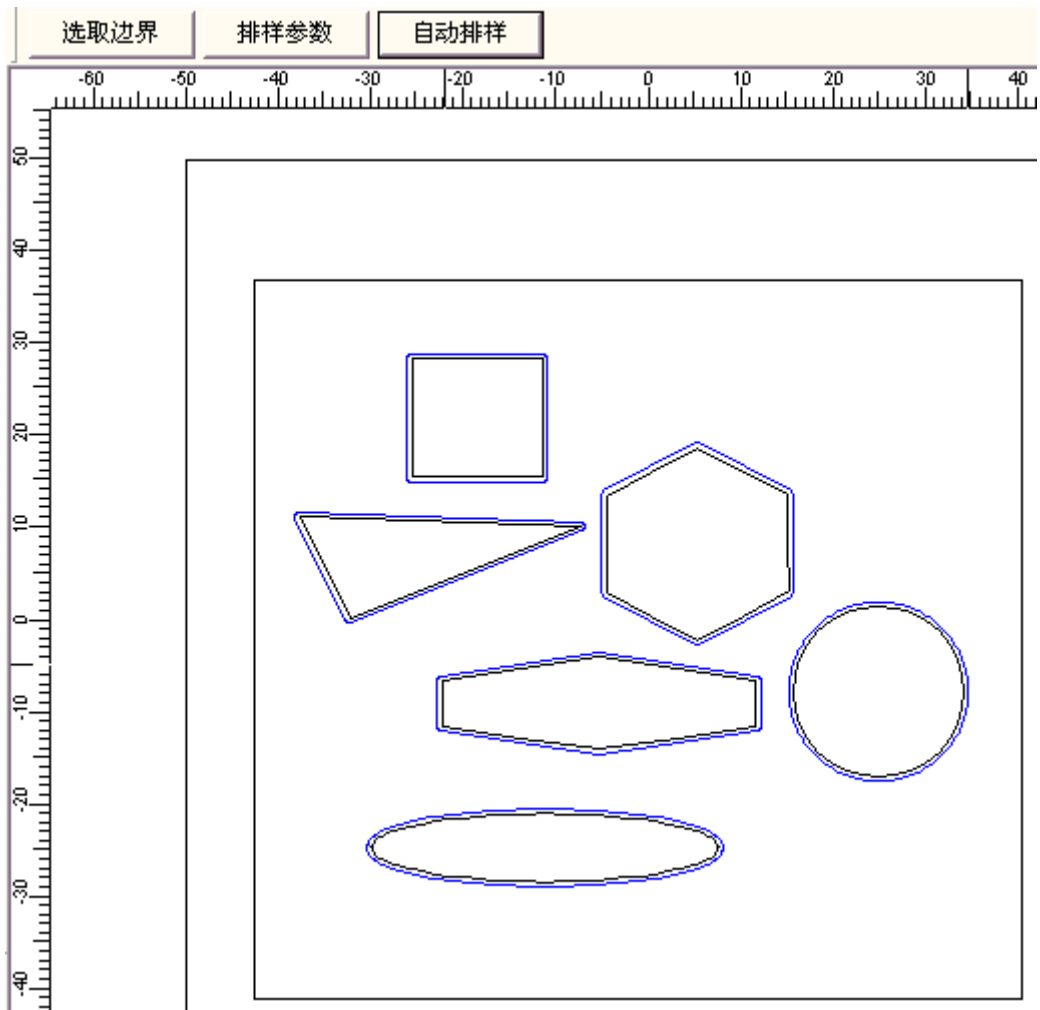
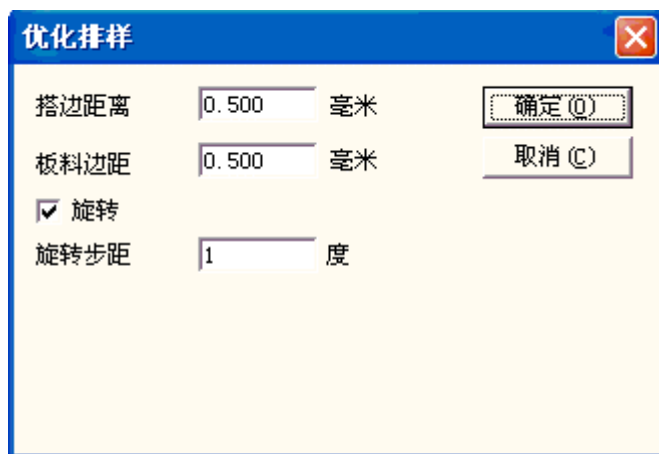
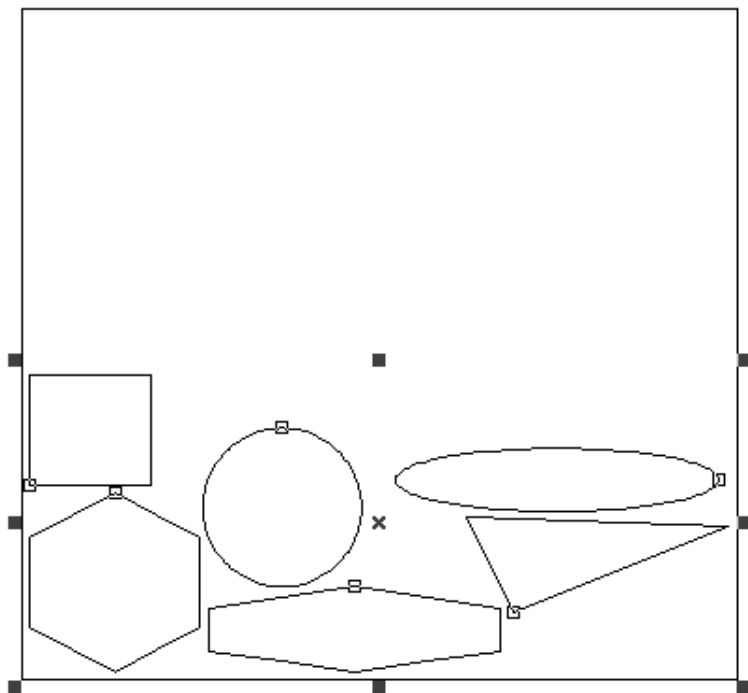

图 7-1 多工件优化排样
图 7-2 多工件优化排样对话框
图 7-3 优化排样后的图形
具体操作：1、将各个要排样图形及排样边界图形绘制完成后，选择要排样图形，点击“特殊”菜单“优化排样”功能中的“多工件排样”，会出现如图 7-1 所示界面：
2、点击“排样参数”按钮，设定需要的排样参数，如图 7-2：
4、确定设定满足要求时，点击“自动排样”按钮，软件会按照设定进行优化排样操作。图 7-1 排列后的图形见下图 7-3 所示（参数为图 7-2）：